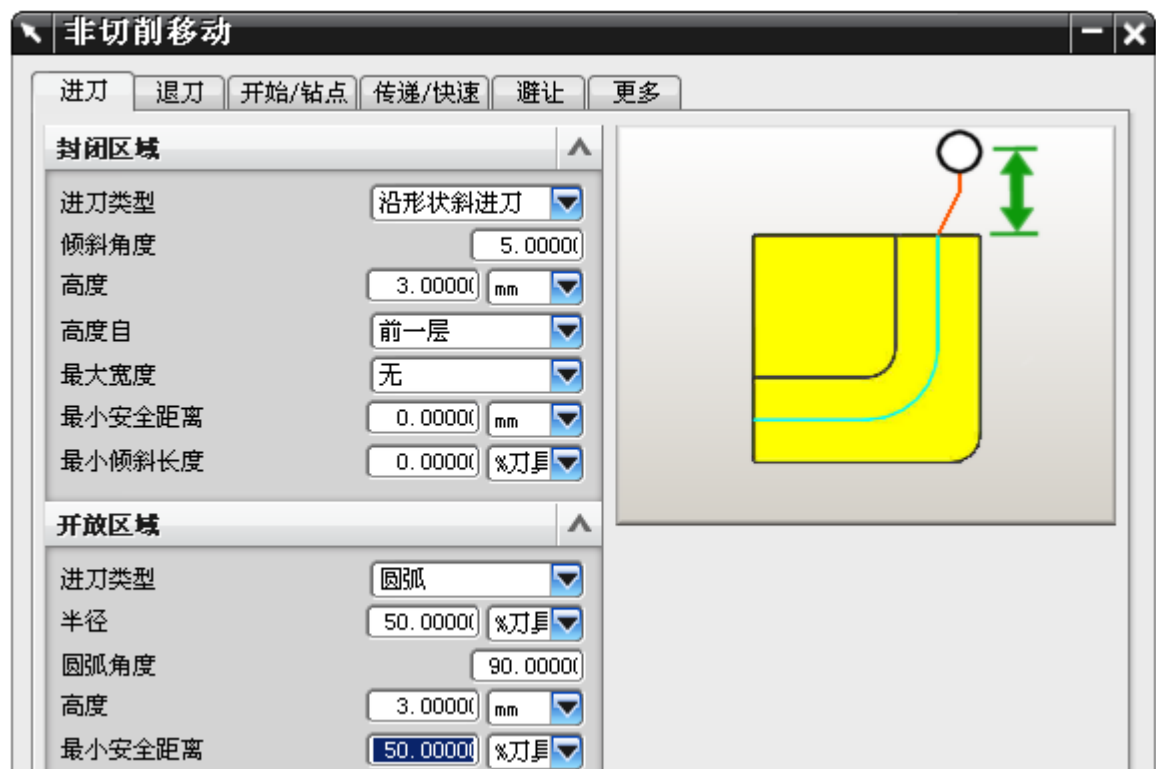

图 8-86
- 单击 , 打开非切削运动参数设置对话框, 设置如图 8-86 所示的参数, 单击确认。